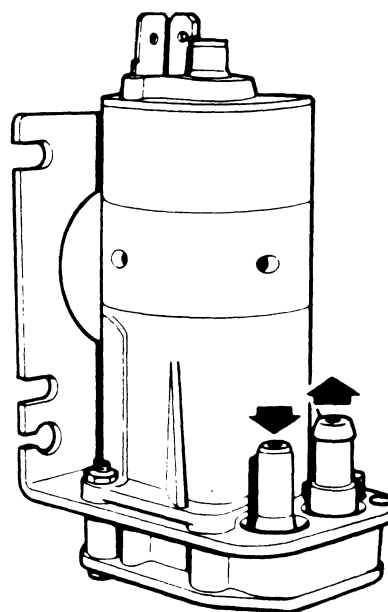

Fig. 9
- Wanneer men de pomp weer aansluit, dient men er op te letten de waterslangen niet te verwisselen (zie Fig. 9).